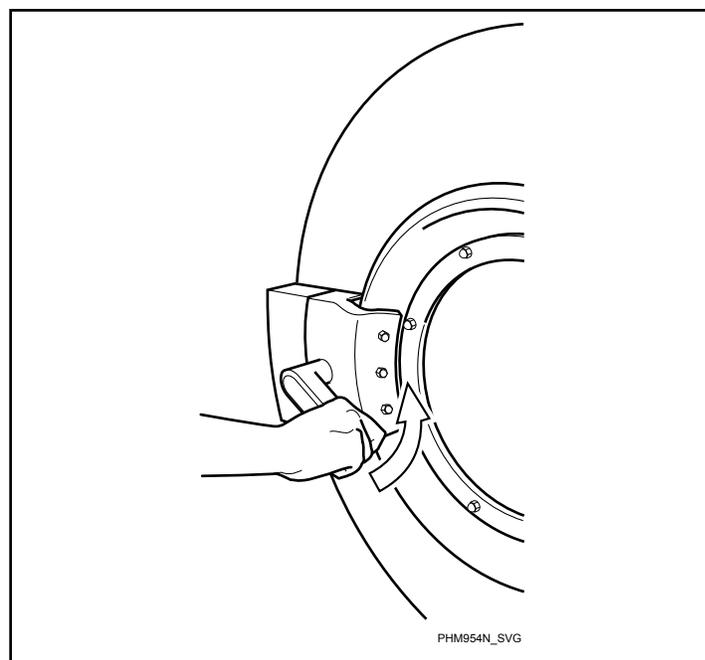

Рис. 47
4. Закройте дверцу люка и поверните ручку против часовой стрелки. См. Рис. 47 .